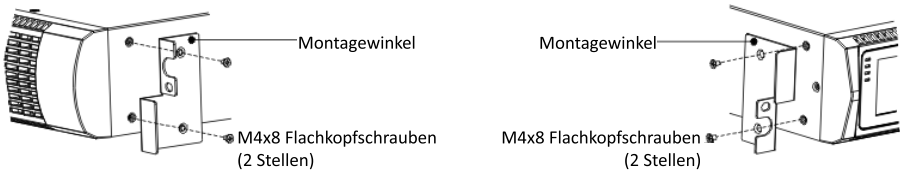

Abb. 4 Befestigen der Montagewinkel
9. Richten Sie die Montagewinkel mit den Schraubenbohrungen auf jeder Seite der USV aus und befestigen Sie diese mit den beigefügten M4x8 Flachkopfschrauben (siehe Abb. 4)